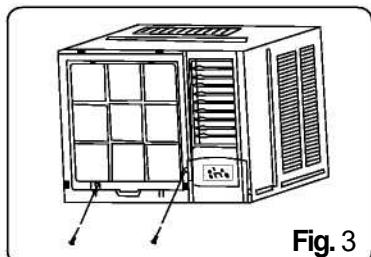

Fig. 3
1. Uklonite dva šrafa za fiksiranje iz okvira (Pogledajte Fig.3).
2. Ušrafite šrafove na ram (Pogledajte Fig.3).